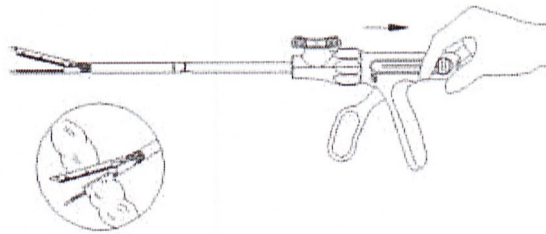

Fig.13
6. Una vez que el instrumento ha sido disparado completamente, abra las mordazas tirando completamente hacia atrás de la perilla de retorno, hasta su posición original. Retire suavemente el instrumento del tejido. Después del disparo y la retirada del instrumento, inspeccione siempre la línea de grapas para verificar la hemostasia y/o la presencia de fugas. El sangrado o las fugas leves pueden controlarse mediante el uso de electrocauterio o suturas manuales (Fig. 13).